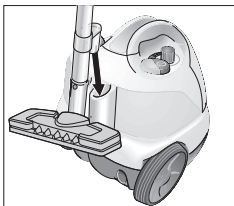

Рис. 8: Позиция парковки
- При небольшом перерыве в работе удлинительная трубка с присоединенной форсункой может быть поставлена в позицию парковки (см. рис. 8).